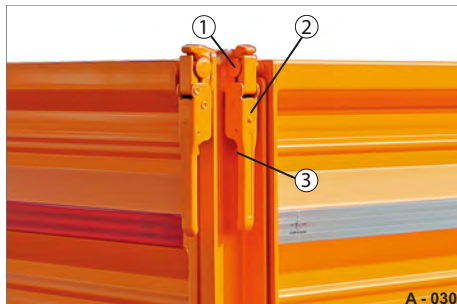

Abb. 37 Verschluss gesichert
- ▶ Drücken Sie die Verschluss-Sicherung (Abb. 37/3) ein.
- ▶ Ziehen Sie am Verschluss-Hebel (Abb. 37/2 & Abb. 37/2).
Der Lagerzapfen (Abb. 37/1) wird freigegeben.
- ▶ Drücken Sie den Verschluss-Hebel (Abb. 37/2) mit flacher Hand zu. Die Verschluss-Sicherung (Abb. 37/3) schnappt ein.
Der Lagerzapfen (Abb. 37/1) wird verriegelt.